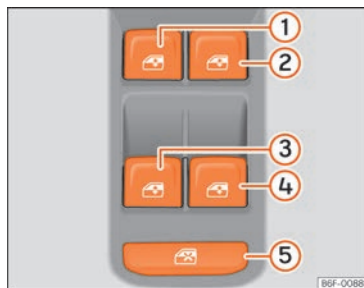

Fig. 85 Détail de la porte du conducteur : commandes des fenêtres.
La commande de sécurité fig. 85 ⑤ située sur la porte du conducteur vous permet de désactiver les touches des lève-glaces sur les portes arrière.